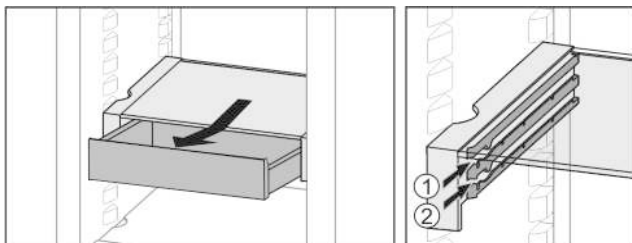

Fig. 20
- ▶ На любой высоте Fig. 20 (1) или Fig. 20 (2) вставить.